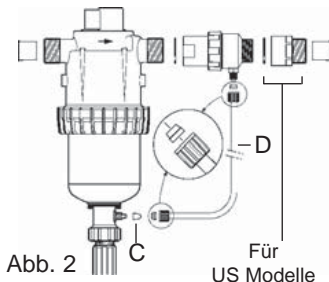

Abb. 2
Für Modelle mit Ausseneinspritzung (IE), die den Einsatz von bestimmten korrosiven Konzentraten ermöglichen, wird der Dosatron zusätzlich mit einem Einspritzstutzen (**Abb. 2-D**) geliefert.